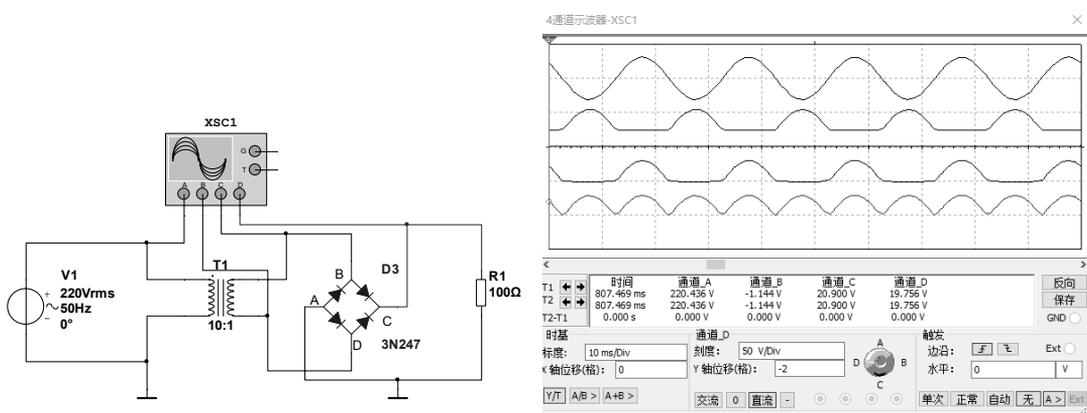

图 1-13 单相桥式整流电路仿真图
(2) 图 1-13 为单相桥式整流电路仿真图，按图 1-13 绘制单相桥式整流电路，观察输出电压波形，并记录在表 1-2 中。